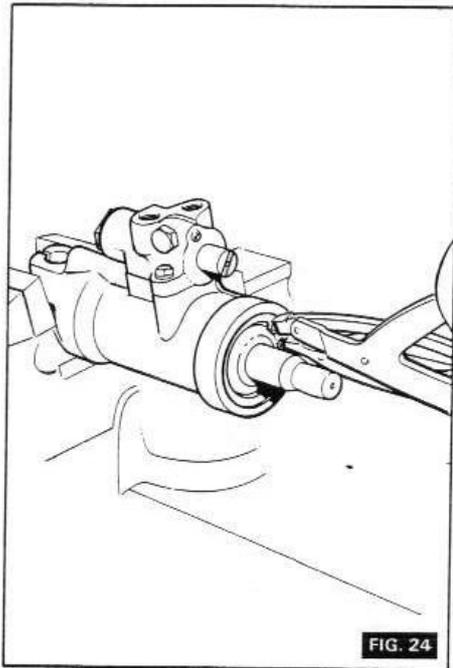

FIG. 24
- 10 - (figure 24) - Retirer le circlip.
- 7 - Verrouiller le piston dans le corps à l'aide du circlip (figure 24).